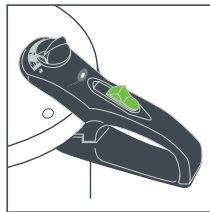

Fig.10
1. Coloque la válvula en la posición de expulsión de vapor, dibujo de nube de vapor (Fig.10).